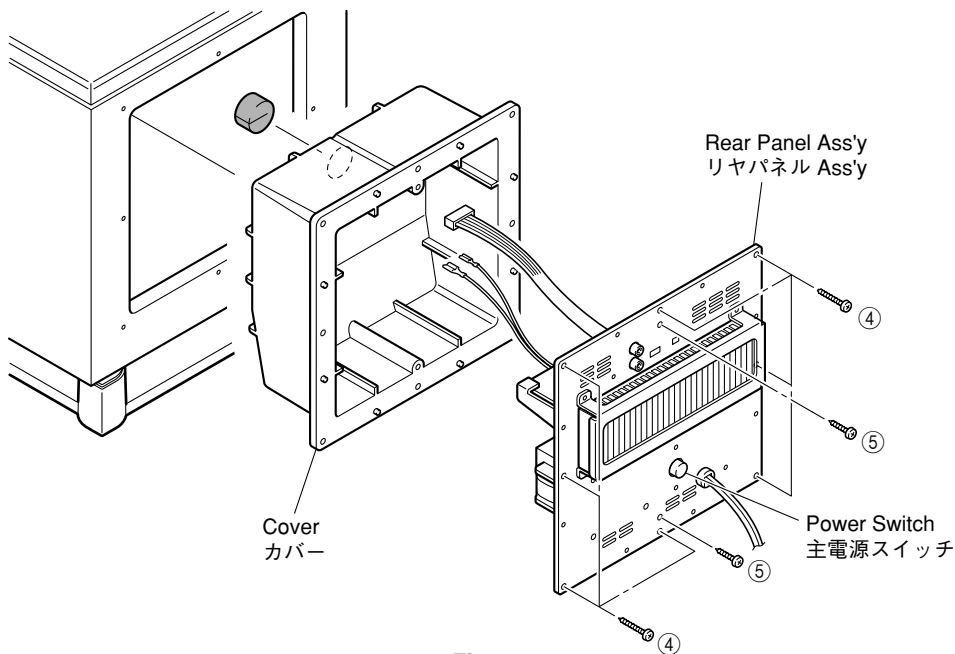

Fig. 3
- a. Remove 8 screws (④). (Fig. 3)
- * Screws (④) are identified with arrow marks (◄).
- b. Pull out the rear panel ass'y. (Fig. 3)
- a. Remove 2 screws (⑤). (Fig. 3)
- * Screws (⑤) are identified with arrow marks (◄).
- b. Remove the cover. (Fig. 3)
- a. ④のネジ8本を外します。(Fig. 3)
- ※ 取り外す④のネジには矢印(◄)が印刷されています。
- b. リアパネルAss'yを引き出します。(Fig. 3)
- c. ⑤のネジ2本を外します。(Fig. 3)
- ※ 取り外す⑤のネジには矢印(◄)が印刷されています。
- d. カバーを外します。(Fig. 3)